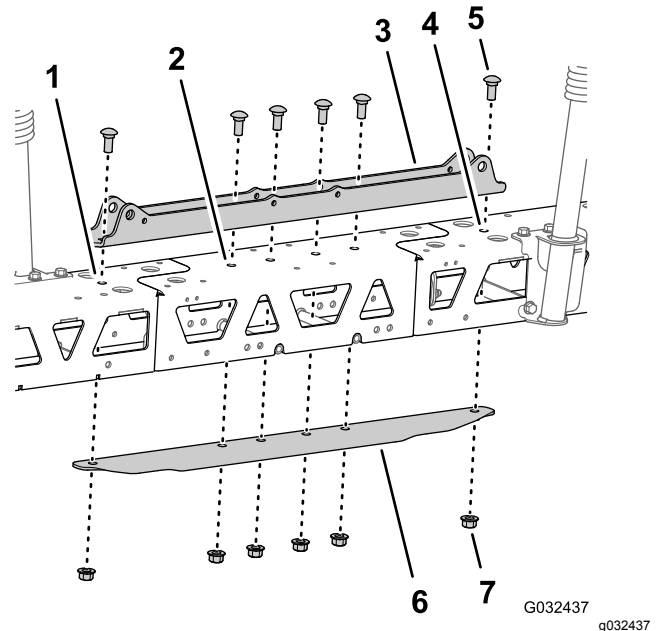

図 77
- シリンダマウントの穴を、トラスフレームのセンターラインの穴とセンターブームエクステンションの穴に合わせる 図 77。
- タイプレートを、トラスフレームとセンターブームエクステンションの中に入れ、タイプレートの穴を、トラスフレームのセンターラインの穴とセンターブームエクステンションの穴に合わせる 図 77。
- シリンダマウント、トラス、センターブームエクステンション、タイプレートの組み付けを行うステップ2 センターブームのトラスを取り外す (ページ 31) で外したキャリッジボルト 1/2 x 1-1/4 インチ 2本とフランジロックナット 1/2 インチ 2個と、ジオリンクスプレシステム仕上げキットに入っているキャリッジボルト 1/2 x 1-1/4 インチ 4本とフランジロックナット (1/2 インチ) 4個を使用する 図 77。